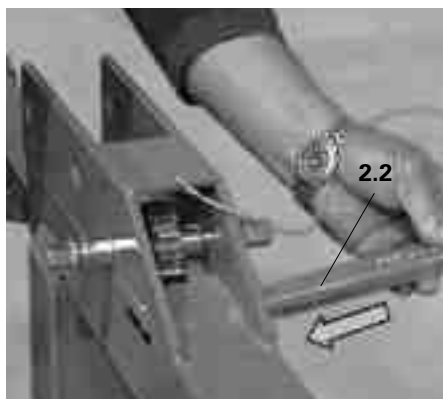

Fig. A1.17
3. Asegurar con la cuña (2.2). (Fig. A1.17)